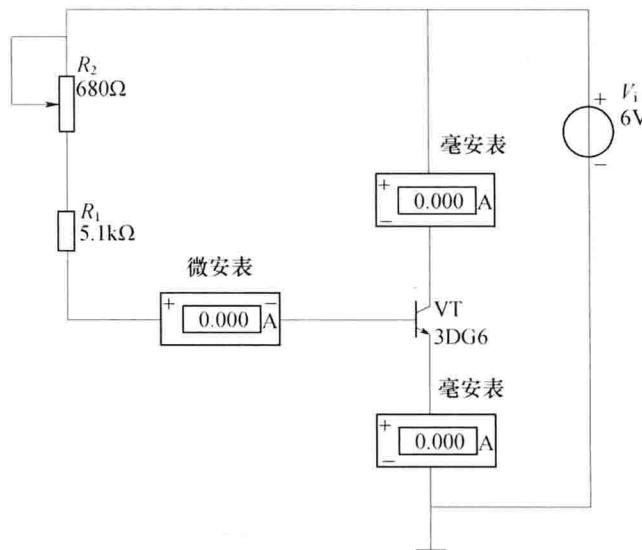

图 3-1 晶体管测试电路
直流稳压电源一台、 $100\mu\text{A}$ 直流表头一块； 10mA 直流表头两块；其他元器件见图3-1。
(1) 按图 3-1 连接电路。
(2) 调节电位器 R_p ，分别使 I_B 为表 3-1 的数值，观察 I_C 、 I_E 的变化情况。
学生每两人一组，按图 3-1 连接电路，按表 3-1 中给定的 I_B 进行测量并计算出此晶体管的直流电流放大倍数 β 。